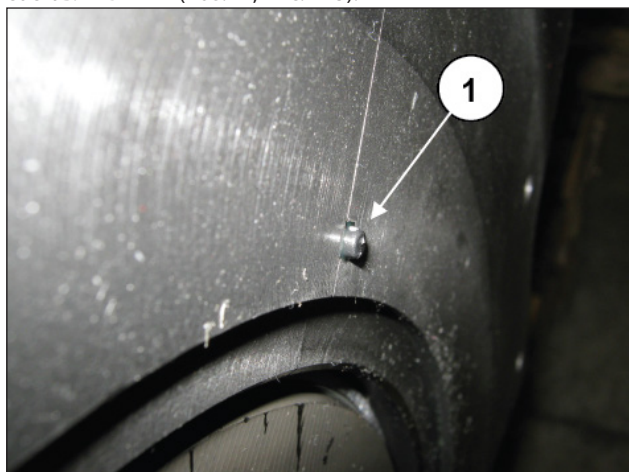

Рис. 115
Выступающая часть уплотнительных колец OR должна составлять 2 мм (поз. ①, Рис. 115).